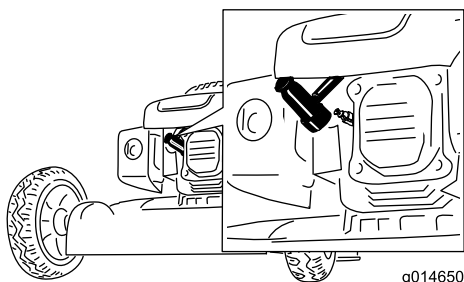

Bild 35
2. Ziehen Sie das Zündkabel von der Zündkerze (Bild 35) ab, bevor Sie Wartungsarbeiten ausführen.